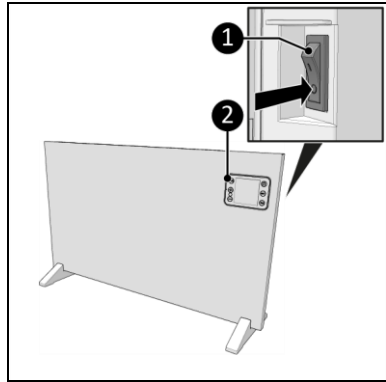

Abbildung 16
1. Stellen Sie den EIN/AUS-Schalter auf EIN (Abbildung 16, Pos. 1).
2. Die Anzeige (Abbildung 16, Pos. 2) zeigt EIN an.